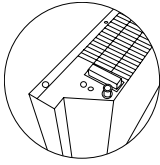

Fig. 4
Folosind șasiul (furnizat separat), după studierea anterioară a schemelor de montaj (Fig. 4), instalați dispozitivul pe podea:
1. Întoarceți cu atenție convectorul cu partea de jos în sus (Fig. 4).